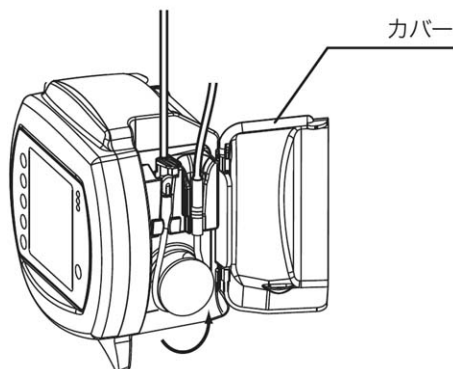

図 6
- (3) MISTIC リテーナーの終端(ブラックリングリテーナー)を持ち、ローターの周りに反時計回りに巻きつける(図 6)。
- (4) 右側の溝の上部まで注意深く MISTIC リテーナーを引き上げ、溝に入れる(図 6)。